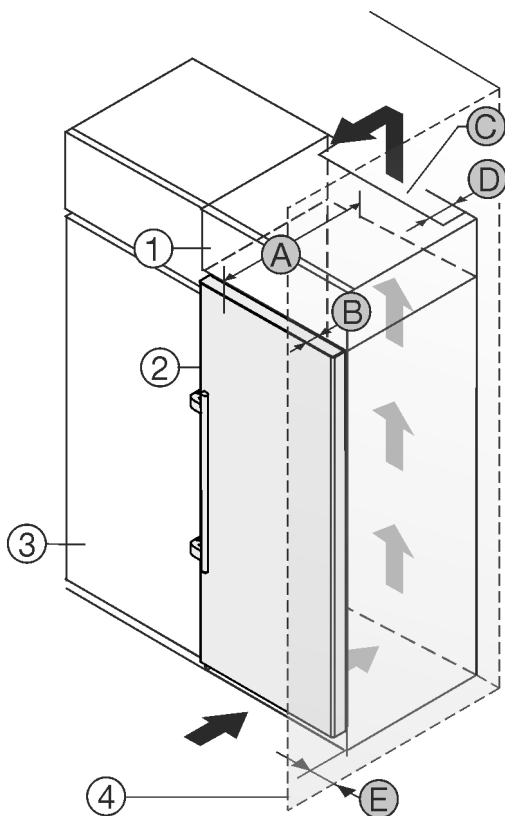

Fig. 2
Můžete přístroj nainstalovat přímo vedle kuchyňské skříňky Fig. 2 (3)\*.
Na zadní straně nastavné skříňky musí být větrací šachta hluboká Fig. 2 (D) přes celou šířku nastavné skříňky.\*
Pod stropem místnosti musí být dodržen ventilační průřez Fig. 2 (C)\*.
Když přístroj instalujete závěsy vedle stěny Fig. 2 (4), musí být vzdálenost mezi přístrojem a stěnou minimálně 57 mm . To odpovídá přesahu madla při otevřených dveřích.\*
Aby bylo možné dvířka plně otevřít, musí přístroj přesahovat o hloubku dveří Fig. 2 (B) vůči přední linii kuchyňské skříňky. V závislosti na hloubce kuchyňských skříňek Fig. 2 (3) a použití vymezovačů odstupu od stěny může přístroj vyčnívat dále.\*